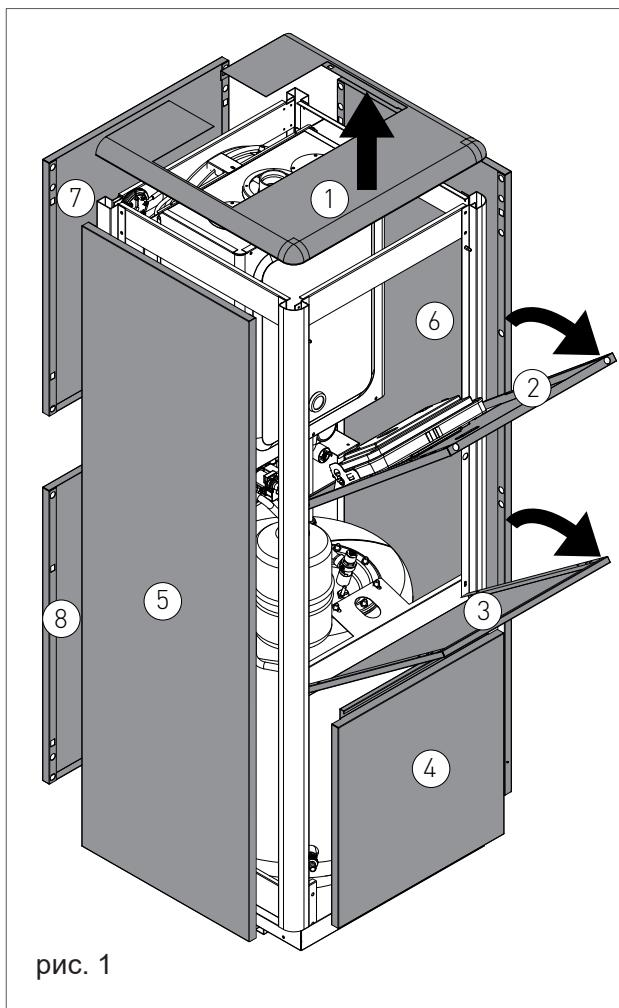

рис. 1
- › выверните крепежные винты, расположенные с задней стороны крышки “1” (рис. 1), и извлеките крышку, потянув ее с усилием вверх.
- › возьмитесь за панель “2” (рис. 1) в верхней части и поверните ее вниз. Для того чтобы извлечь панель полностью, отсоедините сначала панель управления (на электронной плате) от опорных кронштейнов. Затем выверните крепежные винты, расположенные в нижней части панели внутри.
- › возьмитесь за панель “3” (рис. 1) в верхней части и поверните ее вниз. Для того чтобы извлечь панель, выверните крепежные винты, расположенные в нижней части панели внутри.
- › извлеките панели “4-5-6-7-8” (рис. 1), зафиксированные с натяжением, потянув с усилием наружу.
- › Одновременно возьмитесь за опорные кронштейны панели управления (рис. 1), ослабьте их и поверните панель вниз;
- › открутите два крепежных винта «1» - рис. 1;
- › отцепите четыре крюка «2» - рис. 1;